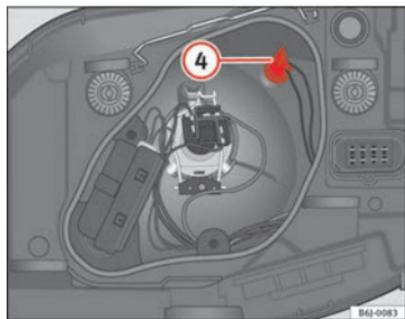

Fig. 144 Luz de presença
- Extraia o porta-lâmpadas ④ ⇒ fig. 144 para fora.